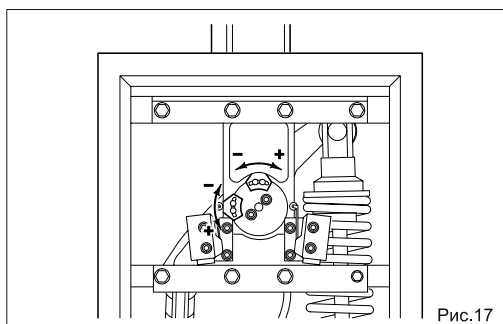

Рис.17
- Настройте кулачки концевиков, ослабив два винта, как показано на рис.17. Для увеличения угла торможения передвиньте кулачок к концевому выключателю.